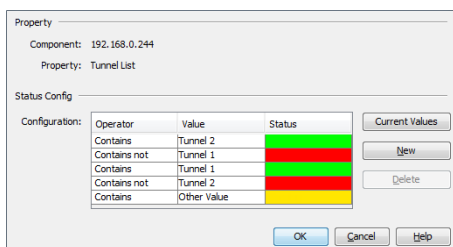

Figura 32: Configurazione dello stato per tunnel HiProvision
- ☐ Inserire i valori come visualizzato in (vedi figura 32).